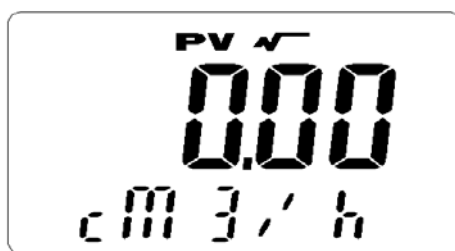

图 11
- 若流量处于小信号切除状态时，LCD 显示“c”和当前单位，如图 11 所示。（当单位为  $\text{N m}^3/\text{h}$  时，则不显示“c”）